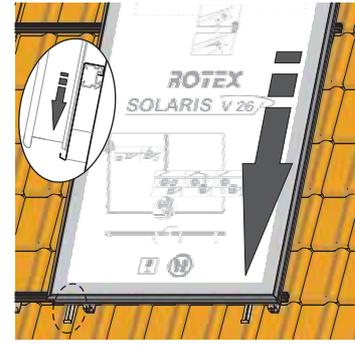

Figure 3-19 Déposez et alignez le capteur solaire plat
3. Hissez le capteur plat sur les rails de montage, comme indiqué sur Figure 3-19. Déposez-le et suspendez-le délicatement aux crochets de sécurité.